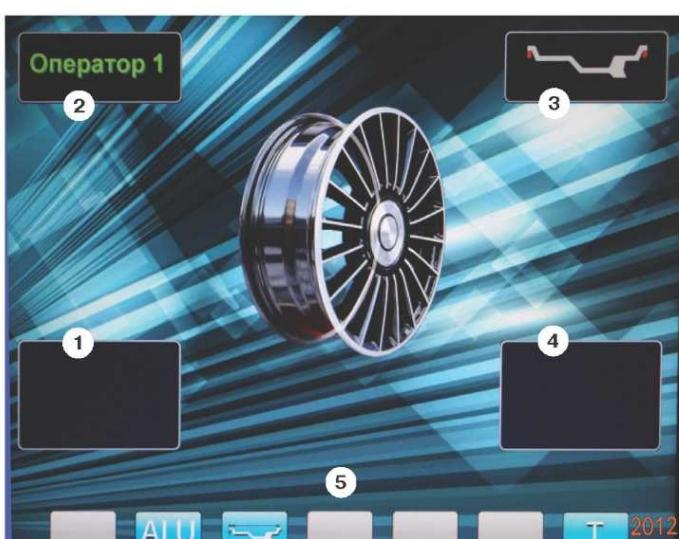

рис.8.2.
8.3. После включения питания СБ на экране монитора отображается фирменная заставка, которая через несколько секунд сменяется отображением экрана основного рабочего режима (рис. 8.2).
Для выбора схем расположения грузов в программах «ALU1-ALU5» необходимо, находясь в режиме основного рабочего экрана, нажать кнопку «ALU», при этом открывается окно схем установки грузов, отмеченных номерами рис11.3. Если после введения размеров колеса установился экран ввода геометрических параметров, необходимо перейти в экран основного рабочего режима нажатием кнопки «STOP». Для выбора нужной схемы нажмите кнопку верхнего ряда клавиатуры с соответствующим номером. Выбранная схема установки грузов отображается в окне 3 экрана основного рабочего режима (рис. 8.2).
12.2. При включении СБ программа измерения дисбаланса настраивается таким образом, что дисбаланс менее 5г (заводская установка) на любой плоскости коррекции не показывается, в этом случае в окнах 1 и 4 (рис. 8.2) высвечиваются «OK». Минимальный дисбаланс, отображающийся в окнах 1 и 4, равен 5г. Дисбаланс, превышающий 5г, округляется до величины кратной 5, т. е. дисбаланс 9, 10, 11 и 12 г отображается цифрой 10, дисбаланс 13, 14, 15, 16 и 17 г - цифрой 15 и т. д. Для просмотра неокругленного значения дисбаланса или дисбаланса менее 8г. необходимо нажать кнопку «<<», при этом в окнах 1 и 4 на 2-3 сек высвечиваются фактические значения дисбаланса, определенные в данном запуске.
12.3.4. Для проверки результатов балансировки снова запустите СБ. Если колесо отбалансировано правильно, на индикаторах 1 и 4 (рис. 8.2.) отображаются символы «OK».